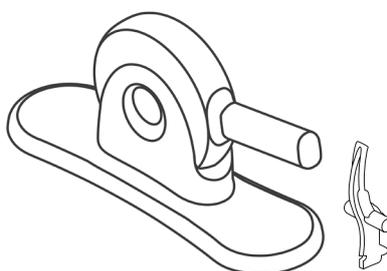

Figure 8 : Sertisseur et butée de sertissage à 2 pièces Edwards
• Sertisseur Edwards (figure 8)